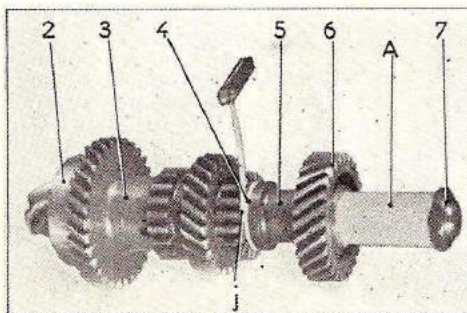

Fig. BV 6.
- le roulement à galets (2) (fig. BV 6) ;
- le train intermédiaire (3) muni des deux bagues ;
- une rondelle de friction (4) ;
- l'entretoise (5) ;
- le pignon réducteur (6) ;
- un tube (A) $\varnothing$ intérieur = 32 mm, longueur = 65 mm.